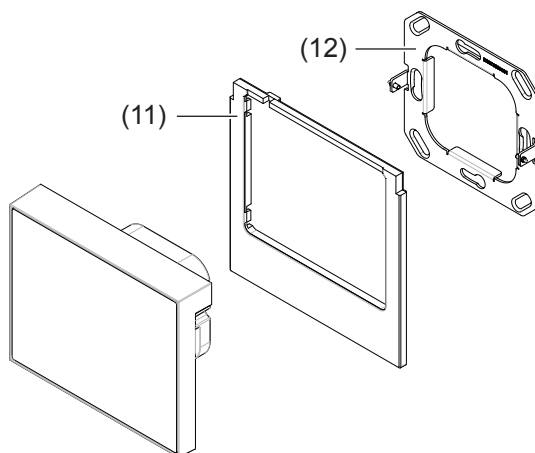

Bild 10: Montage
- Beiliegendes, vorkonfektioniertes Kabel in die Buchse **Digital/Analog IN** (4) stecken.
- Designrahmen (11) rückseitig anlegen und über die Fixierungen (15) drücken, bis er einrastet.
- Gerät lagerichtig über den Tragrings positionieren, so dass die Aufnahmen am Gerät (13) und die Stifte mit Schnappverschluss am Tragrings (12) übereinander liegen (Bild 10).
- Gerät langsam auf den Tragrings drücken, bis es im Schnappverschluss einrastet und die magnetischen Haltepunkte (14) den Tragrings zusätzlich fixieren.